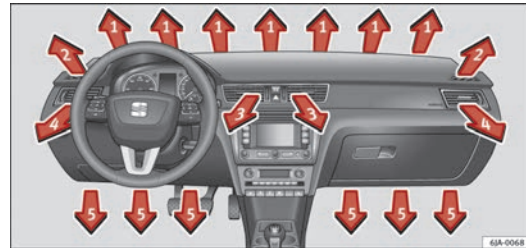
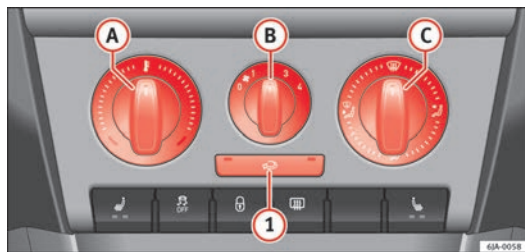

Abb. 97 Luftaustrittsdüsen
Abb. 98 Heizung: Bedienelemente
- Zur Änderung der Höhe des Luftstroms schwenken Sie den Schieberegler nach oben oder unten. ⇒ Abb. 97.
Die Einstellung des Luftaustritts aus den Düsen erfolgt über den Regler **C** ⇒ Abb. 98. Die Luftaustrittsdüsen **3** ⇒ Abb. 97 und **4** können Sie einzeln schließen und öffnen. ▶
- Drehen Sie den Drehregler **A** ⇒ Abb. 98 nach rechts, um die Temperatur zu erhöhen.
- Drehen Sie den Gebläseschalter **B** ⇒ Abb. 98 in eine der Positionen 1 bis 4, um das Gebläse einzuschalten.
- Mit dem Luftverteilungsregler **C** ⇒ Abb. 98 regeln Sie die Richtung des Luftaustritts ⇒ Seite 133, Luftaustrittsdüsen.
Sie können alle Bedienelemente mit Ausnahme des Gebläseschalters **B** ⇒ Abb. 98 auf jede beliebige Zwischenstellung einstellen.
- Drehregler Ⓐ ⇒ Abb. 98 ⇒ Seite 134, Ⓑ, Ⓒ und Taste ①.
- Drücke Sie die Taste ① ⇒ Abb. 98 ⇒ Seite 134. Die Kontrollleuchte in der Taste leuchtet auf.
- Drücke Sie erneut die Taste ① ⇒ Abb. 98 ⇒ Seite 134. Die Kontrollleuchte in der Taste erlischt.
Wenn die Luftaustrittsdüse Ⓒ ⇒ Abb. 98 ⇒ Seite 134 auf die Position gestellt ist, schaltet sich der Umluftbetrieb automatisch aus. Sie können den Umluftbetrieb in dieser Position wieder einschalten, indem Sie die Taste drücken. ▶